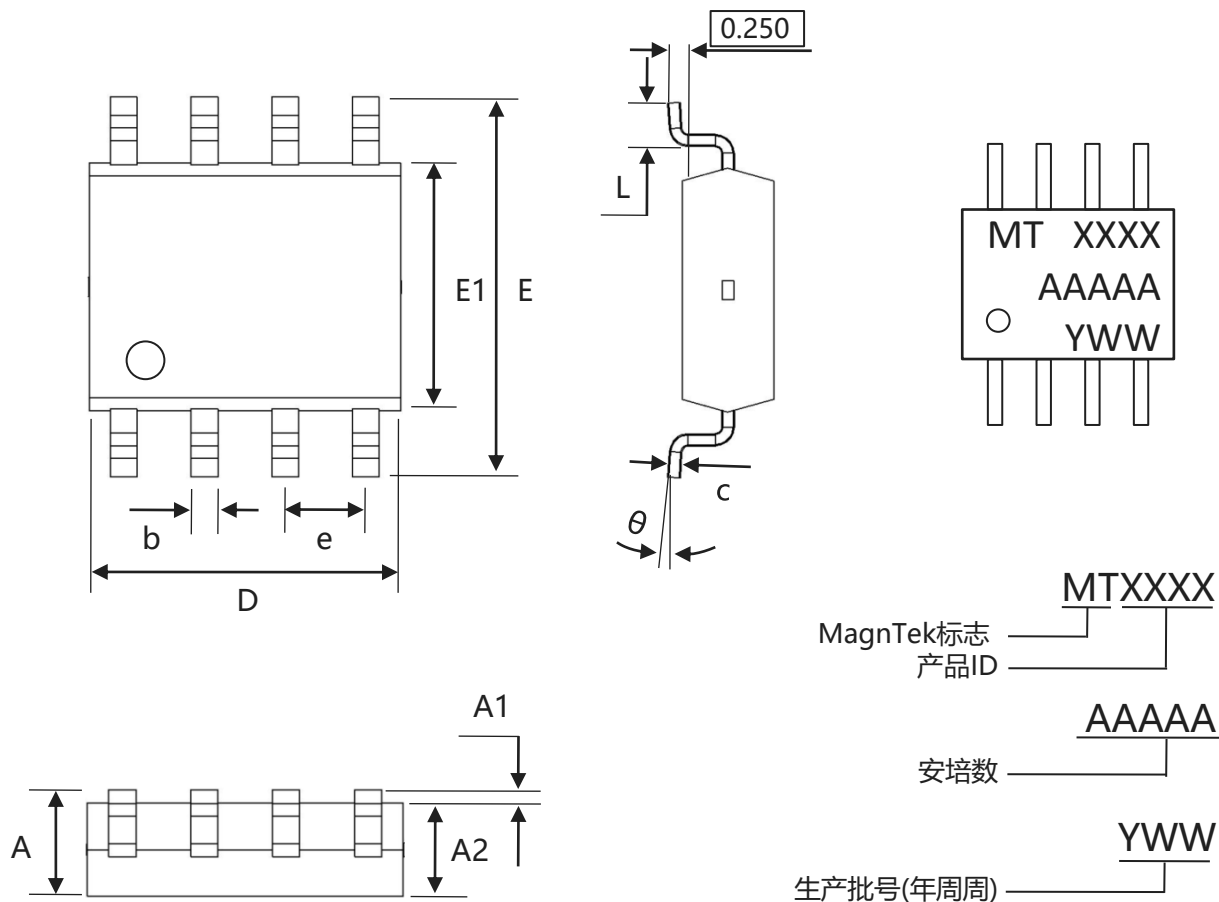

**图.10 上电复位定义**
**VCC 降到VCC(min) = 4.5 V以下。**如果VCC降至VPORL以下，则输出将处于高阻抗状态。如果VCC恢复并超过了VPORH，则在POR释放计数器 (TPORR) + POR模拟延迟 (TPORA) 之后，输出将返回到正常工作状态 (见图10)。